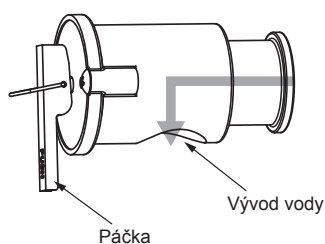

Fig. 4-2
4.4. Súčasti, ktoré vyžadujú pravidelnú kontrolu (Fig. 4-2)